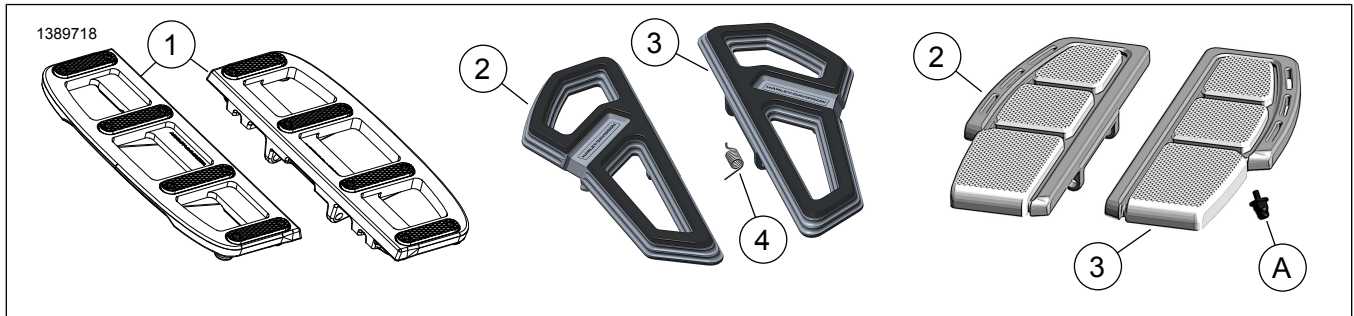

Figure 1. Contenu du kit : Composants du marchepied conducteur
- b. **Kits 50501938, 50501939, 50501945:** Figure 1 Insérer l'extrémité la plus courte du **nouveau** ressort de torsion (4) dans le trou le plus en avant du marchepied.
- c. Installer le marchepied et le ressort de torsion sur le support de montage en maintenant en place le ressort de torsion (2).
- d. Poser l'axe de chape (1).
- e. Poser l'attache en E (3).
- f. Faire pivoter le marchepied vers le haut et pousser le ressort de torsion (2) dans la fente située sur le support de montage.
2. Vérifier que le marche-pied pivote librement sur l'axe de chape (1).